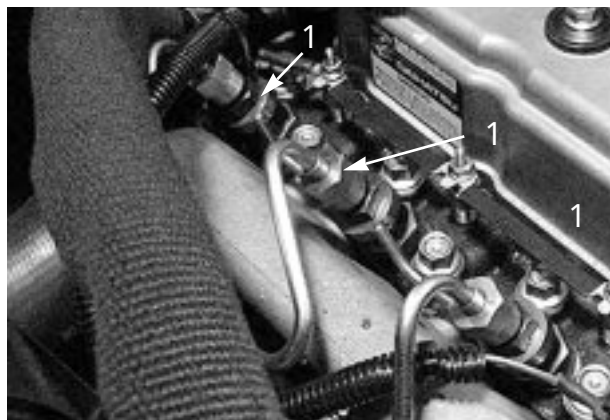

図 55
1. No.1 ノズル・ホルダー（図55）へのパイプ接続部をゆるめる。